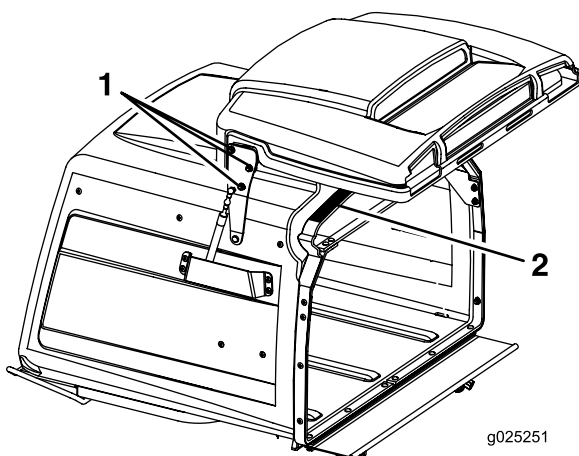

Figure 59
3. Desserrez les 6 écrous des charnières du couvercle (Figure 59).
4. Ouvrez le couvercle et placez une bande de caoutchouc de 9,5 mm (3/8") ou un flexible de 9,5 mm (3/8") de diamètre entre la trémie et le couvercle (Figure 59).